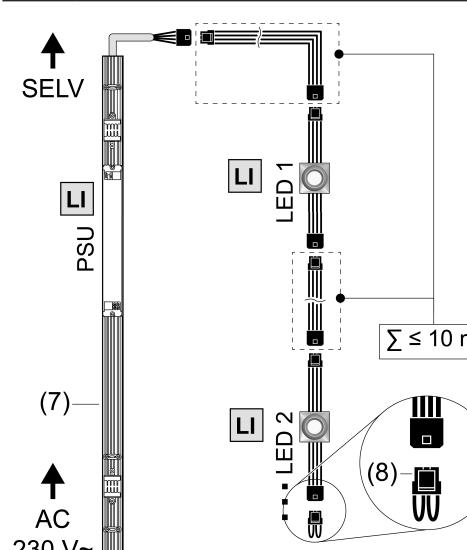

Bild 4: Anschlussskizze
- Zur Ermittlung der Anzahl Lichteinsätze pro Betriebsgerät Leistungsindex (LI) verwenden: $LI_{min} \text{ (Betriebsgerät)} \leq LI \text{ (Lichteinsätze)} \leq LI_{max} \text{ (Betriebsgerät)}$
- Lichteinsätze gemäß Anschlusskizze verketten und mit einem geeigneten Betriebsgerät (7) verbinden (Bild 4).